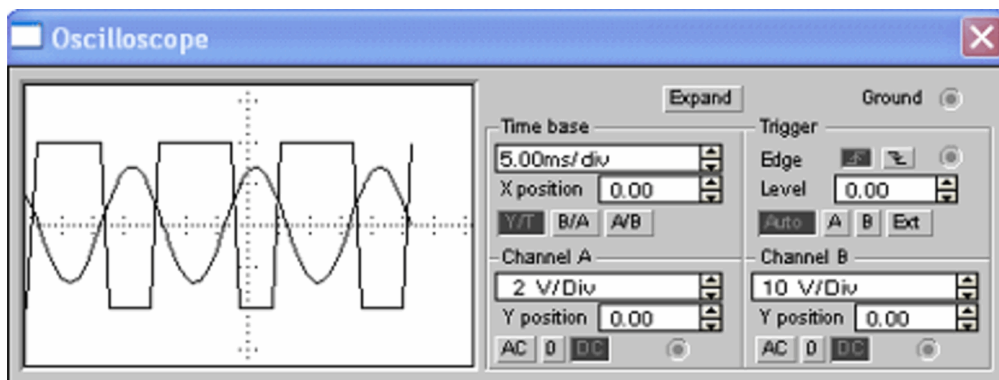

Рис. 7 – Осциллограммы входного и выходного сигналов
21. Развернуть и настроить осциллограф, изменяя чувствительность и длительность развертки. На экране можно наблюдать входной и выходной сигналы (рис. 7).